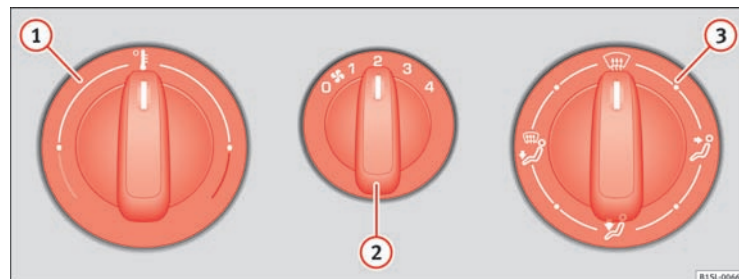
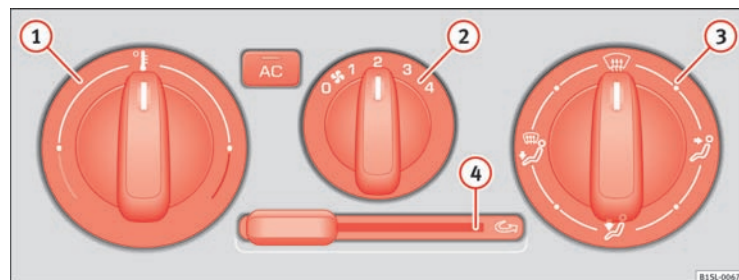

Fig. 98 I midterkonsollen: drejekontakt til varme- og friskluftsystemet
Fig. 99 I midterkonsollen: betjeningsselementer til air-condition anlæg
Knap, regulator	Supplerende informationer. Varme- og friskluftsystem ⇒ Fig. 98 og airconditionanlæg ⇒ Fig. 99
- Indstil blæseren ⇒ Fig. 98 ② til trin 1 eller 2.
- Placer kontakten til temperaturregulering ⇒ Fig. 98 ① i midterste position.
- Drej kontakten til luftfordeling ⇒ Fig. 98 ③ til defrosterindstillingen.
Aktivering: Drej skydeknappen ⇒ Fig. 99 (4) helt mod højre.
Deaktivering: Drej skydeknappen ⇒ Fig. 99 (4) helt mod venstre.